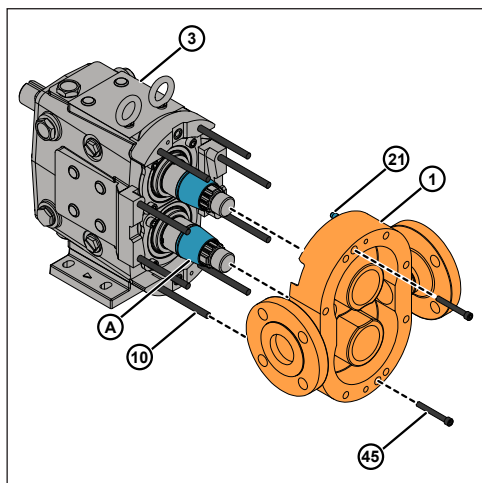

Figure 120 - Pose du corps de pompe
1. Installez le mandrin (A) sur les deux arbres pour éviter d'endommager les joints à lèvres lors du passage du corps de pompe sur les arbres. Assurez-vous que la face avant du mandrin est fixée à la face arrière du manchon, comme illustré à la figure 120.
2. Faites correspondre les tailles de la grande et de la petite goupille de positionnement (21 et 23) du corps de pompe (1) avec les trous de la goupille de positionnement du carter d'engrenage de la pompe (3).
3. Installez le corps de pompe (1) sur l'ensemble du carter d'engrenages (3), en alignant le corps de pompe sur les goujons du corps (10) et serrez progressivement les deux vis à tête (45).